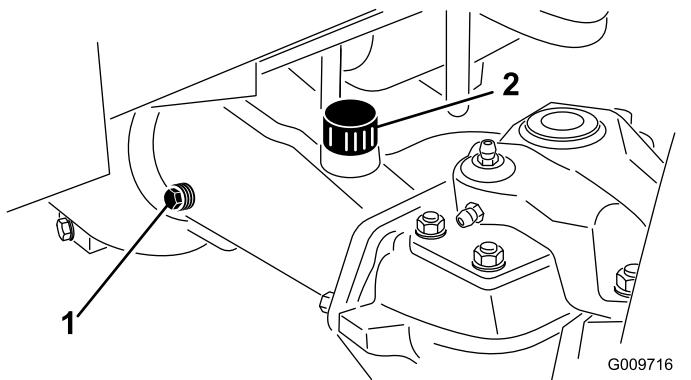

Figura 65
2. Retire o tampão de verificação que se encontra numa das extremidades do eixo (Figura 65) e certifique-se de que existe lubrificante até ao fundo do orifício. Se o nível estiver baixo, retire o tampão de enchimento (Figura 65) e adicione lubrificante suficiente para o nível de lubrificante subir até ao fundo do orifício do tampão de verificação.